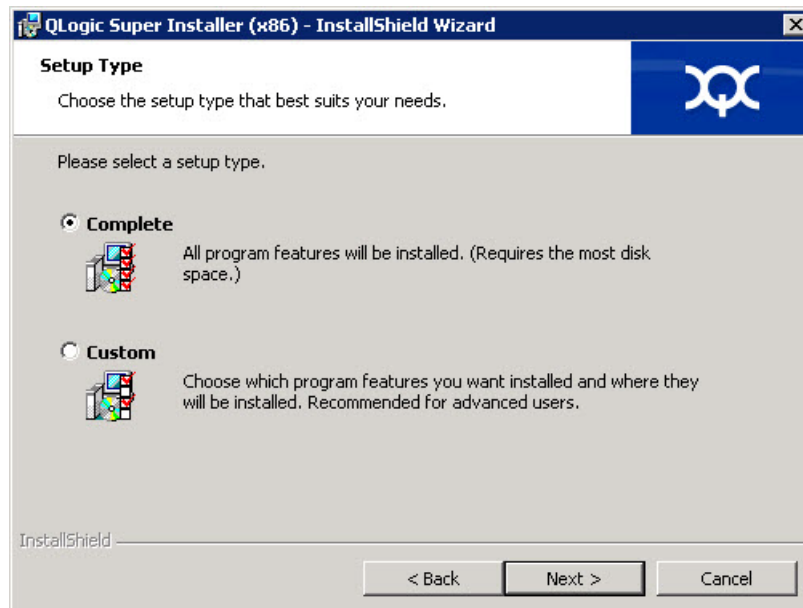

Figure 3-4. Assistant InstallShield : Fenêtre de type d'installation
5. Remplissez la fenêtre de type d'installation de l'Assistant (Figure 3-4) comme suit :